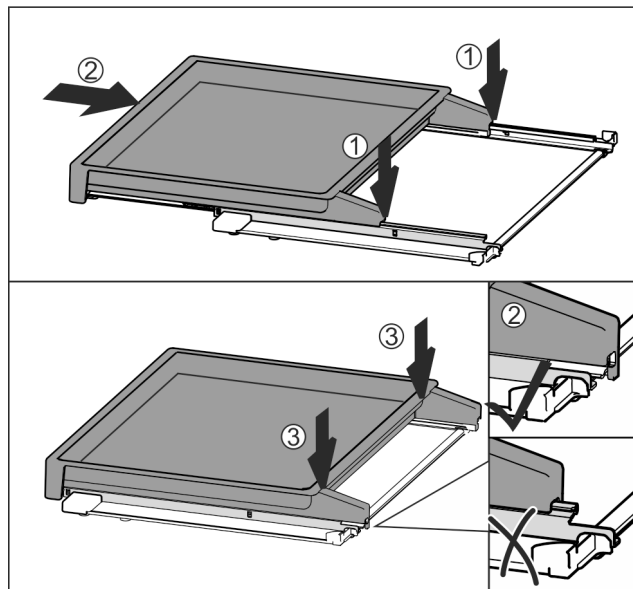

Fig. 180
- Vendoseni në mes mbi shina Fig. 180 (1).
- Shtyni plotësisht brenda raftin me tërheqje Fig. 180 (2).
- Shtyni në pjesën e pasme derisa të dëgjoni zhurmën e kapjes në vend Fig. 180 (3).